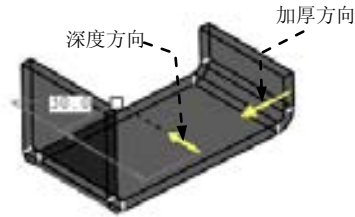

图 11.2.4 深度方向和加厚方向
(1) 选取深度类型并输入其深度值。在操控板中, 选取深度类型  (即“定值拉伸”), 再在深度文本框  中输入深度值 30.0, 并按 Enter 键。
(2) 选择加厚方向 (钣金材料侧) 并输入其厚度值。接受图 11.2.4 中的箭头方向为钣金加厚的方向。在薄壁特征类型按钮  后面的文本框中输入钣金壁的厚度值 3.0, 然后按 Enter 键。